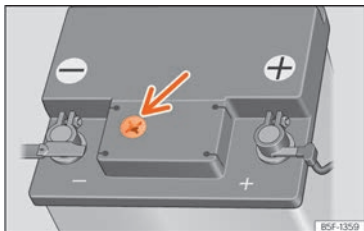

Fig. 238 Mirilla en la parte superior de la batería de 12 voltios (representación esquemática).
- » **fig. 238.** Procure una iluminación suficiente que permita identificar claramente el color que aparece en la mirilla. No utilice nunca como fuente de luz llamas ni objetos que ardan sin llama.